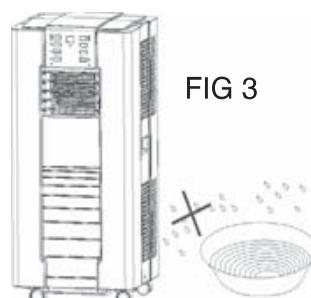

FIG 3
- Benutzen Sie die Anlage nicht in feuchten Räumen (Fig. 3).